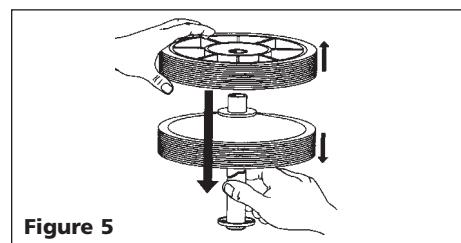

Figure 5
4. Mettre les deux roues sur l'arbre, côtés solides ensembles (Figure 5).